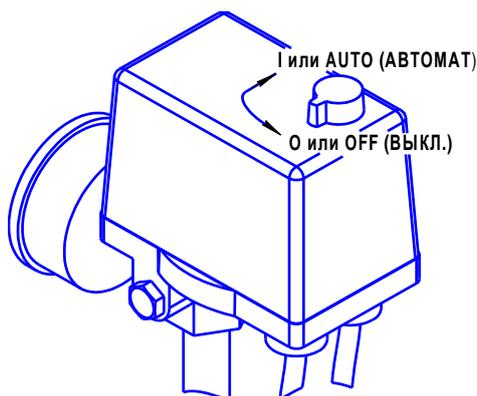

Рисунок 4
- 1 Проверьте, чтобы выключатель на маностате находился в выключенном положении "OFF" или "O", в зависимости от исполнения (см. рисунок 4).
- 1 Выключить компрессор выключателем на маностате. Для этого необходимо переключить выключатель в положение "OFF" или "0", в зависимости от исполнения (см. рисунок 4). После этого остановится электродвигатель и произойдет сброс давления из нагнетательного воздухопровода и поршневого блока.
Для пуска компрессоров АВ 100-858, АВ 300-858, АВV 300-858, АВ 500-858, АВ 300-858/16, АВ 500-858/16, АВТ 500-1700 WB после срабатывания защиты выполните следующие действия: после того, как двигатель остынет до допустимой температуры переключите выключатель на маностате в положение "OFF" (см. рисунок 4), а затем включите компрессор переключив выключатель в положение "АUTO".